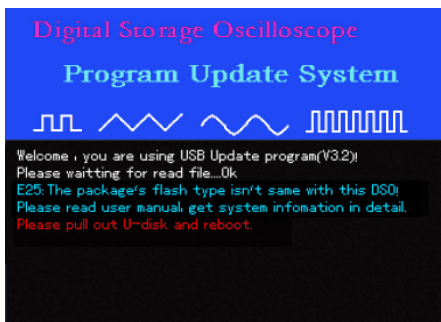

图5-10
5、升级时，如果用户拷贝或选择的程序升级文件FLASH类型与当前示波器不一致，将出现图5-10所示，提示“程序升级文件的FLASH类型与当前示波器不一致，请阅读用户手册，并获取示波器UTILITY菜单下的系统信息，与我们联系。请您拔出U盘，重启示波器”。